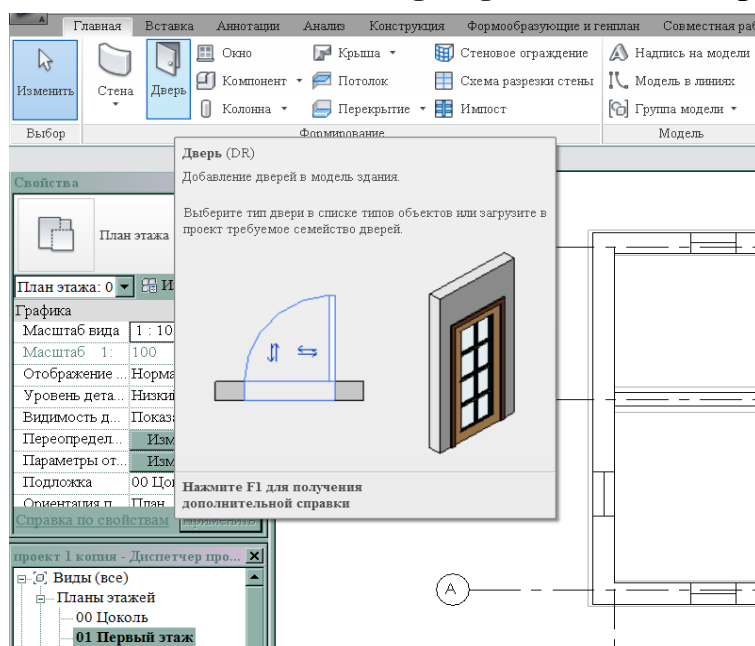

Рис. 55
2. Выбрать в меню **Главная → Формирование → Дверь** (рис. 55).